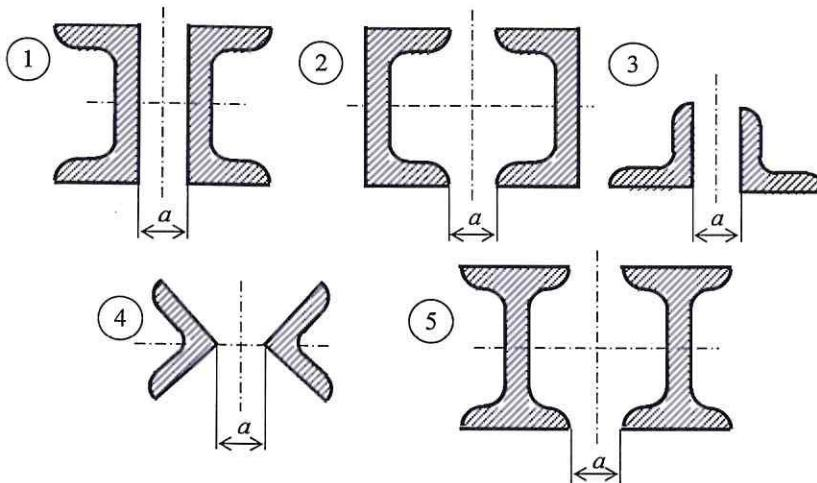
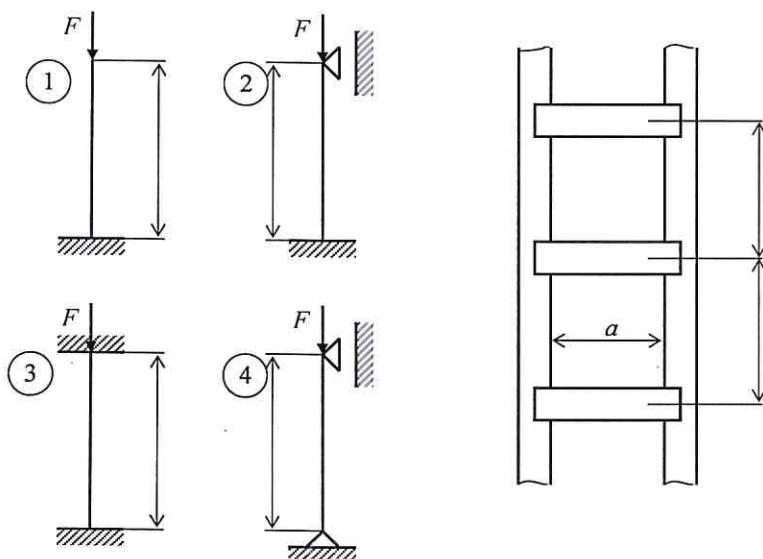

Рис.7
Рис. 8
Стрекень длиной l сжат силой F . Поперечное сечение стержня состоит из двух стандартных профилей (рис. 7), соединенных между собой так, что их совместная работа, как единого стержня, обеспечена. При заданном способе закрепления концов стержня (рис. 8) требуется:
3) определить расстояние h (рис. 8) между планками соединительной решетки.